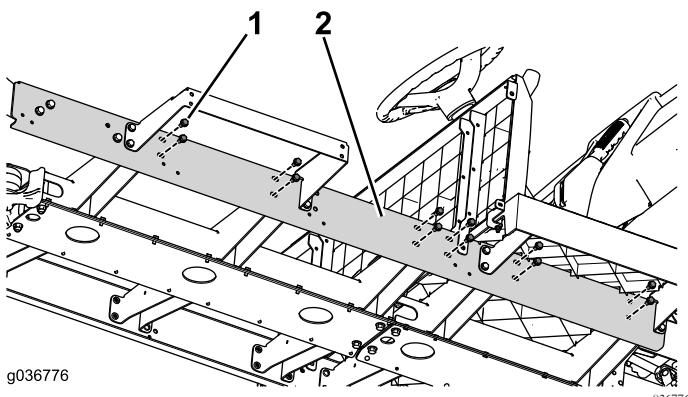

**Bild 30**
1. Befestigen Sie die Plattformstütze mit den vier Schrauben (5/16" x 3/4") lose am mittleren Kanal (Bild 30).